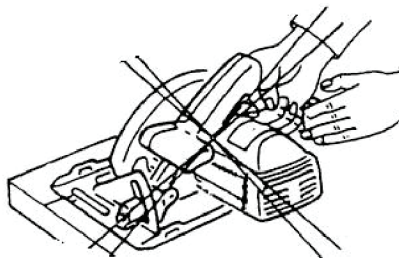

Рис. 3
- Никогда не ставьте свои руки или пальцы за пилой, т.к. если произойдет отскок, пила может подпрыгнуть в обратном направлении прямо на Вашу руку и, возможно, послужит причиной травмы. (Рис. 3).